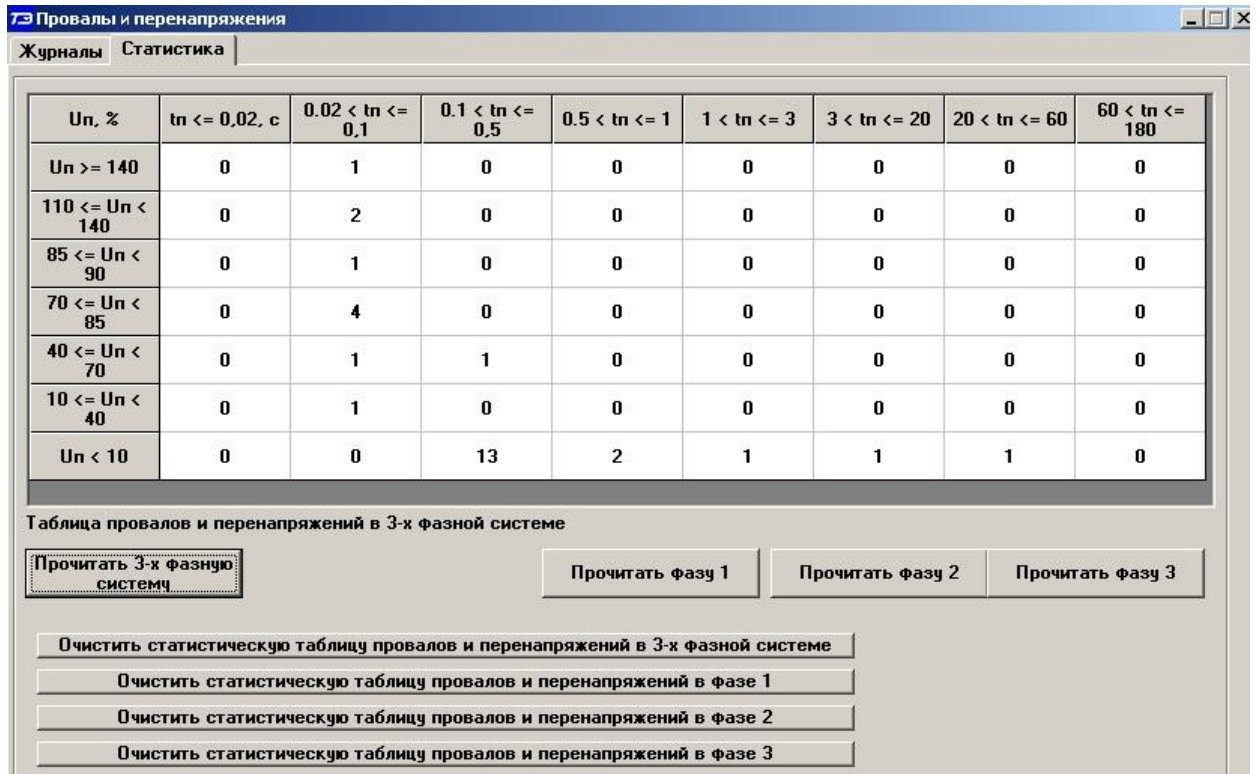

Рисунок 46 – Форма «Журналы провалов и перенапряжений», вкладка «Статистика»
24.2.4.2 Таблицы ведутся для каждой фазы сети и трехфазной системы. Чтение любой таблицы производится нажатием соответствующей кнопки, расположенной на поле формы (рисунок 46). В таблицах фиксируется число событий связанных с провалами или перенапряжениями, объединенных в группы по длительности и величине.